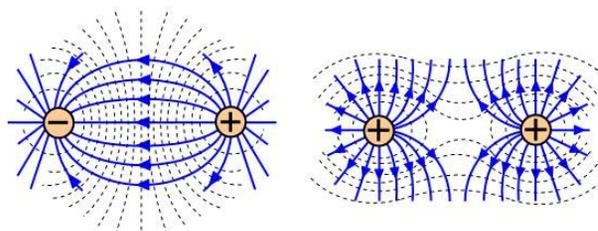

Рис. 2.
2. Если рядом находятся два заряженных тела, то в зависимости от знаков зарядов силовые линии будут располагаться так, как показано на рис. 2.